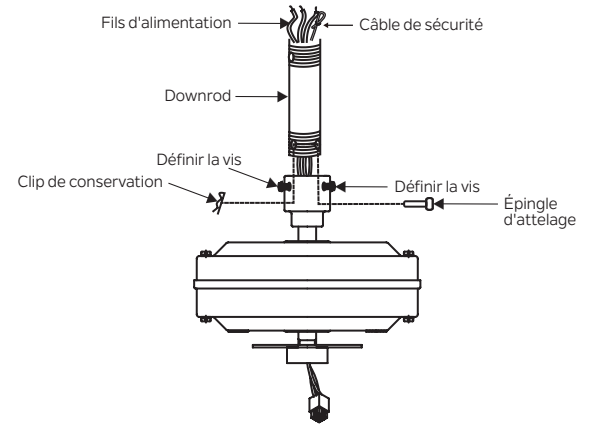

Fig. 8
**Étape 6.** Desserrer les deux vis ensemble et enlever la goupille d'attelage et le clip de retenue de l'accouplement sur le dessus de l'assemblage moteur. (Fig. 8)
Ensuite, remplacez la goupille d'attelage et le clip de retenue. Serrer les deux vis de ensemble. (Fig. 8)